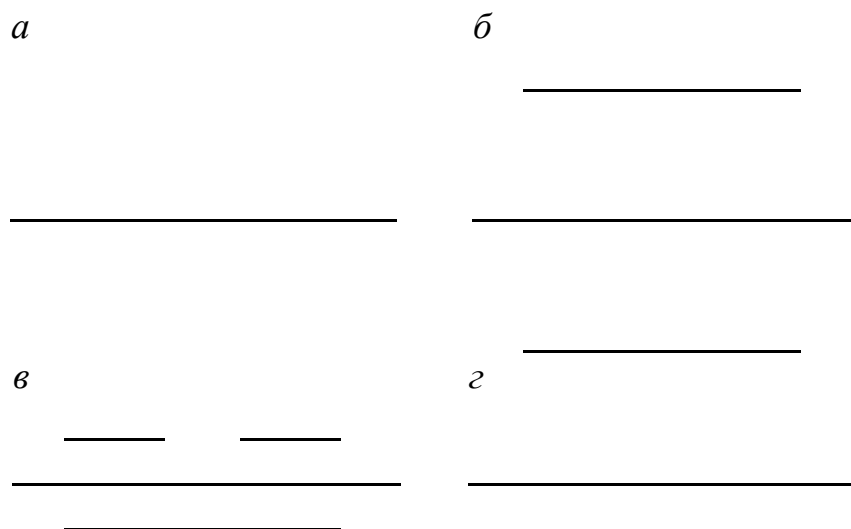

Рис. 5.31. Схемы тягового обслуживания поездов локомотивами.
В зависимости от схемы размещения на линии основных депо, пунктов оборота локомотивов, протяженности участков обслуживания, характера вагонопотока применяются различные схемы обслуживания поездов локомотивами: плечевой, кольцевой, петлевой и накладные тяговые плечи (рис. 5.31).
*Плечевая схема* применяется при размещении основного депо на сортировочной станции, когда транзитность вагонопотока небольшая. В этом случае локомотивы следуют от станции основного депо до пункта оборота и обратно с заходом в основное депо (рис. 5.31,*а*).
Этот способ позволяет значительно повысить среднесуточный пробег локомотива, его производительность, сократить потребность в локомотивном парке, простои транзитных поездов на станции основного депо, снизить загрузку горловин приемо-отправочных парков за счет ликвидации передвижений, связанных с пропуском локомотивов в депо и обратно, и в результате повысить пропускную способность станции. Схема обслуживания поездов по «кольцу» представлена на рис. 5.31,*б*.
*Петлевая схема* представляет собой промежуточную схему между плечевой и кольцевой. При этом способе совершается всего один цикл передвижений локомотива без захода в основное депо. После завершения «петли» локомотив заходит в основное депо для технического обслуживания (рис. 5.31,*в*).
*Схема накладных тяговых плеч* заключается в организации работы локомотивов на участке, ограниченном основными депо. Локомотивы обоих депо на равных правах обслуживают поезда на указанном полигоне (рис. 5.31,*г*).